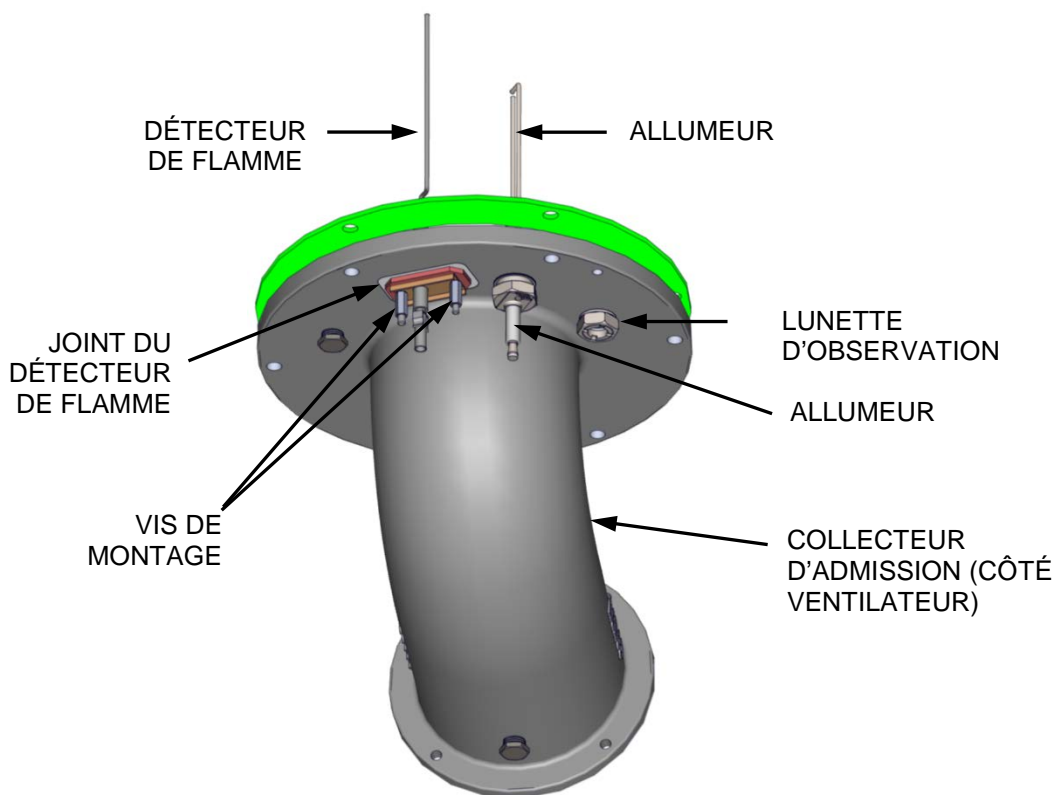

Figure 6-2. Détails du montage de l'allumeur et du détecteur de flamme
7. Référez à la figure 6-2 et réinstallez l'allumeur sur la bride du collecteur d'admission. Installez les rondelles d'indexation au besoin pour assurer que l'onglet de masse de l'allumeur pointe vers l'extérieur du périmètre de la bride du collecteur d'admission. Appliquez un couple de 15 pi/lb. Ne pas trop serrer.
4. Débrancher le fil du détecteur de flamme monté sur la bride du collecteur d'admission (figure 6-2).